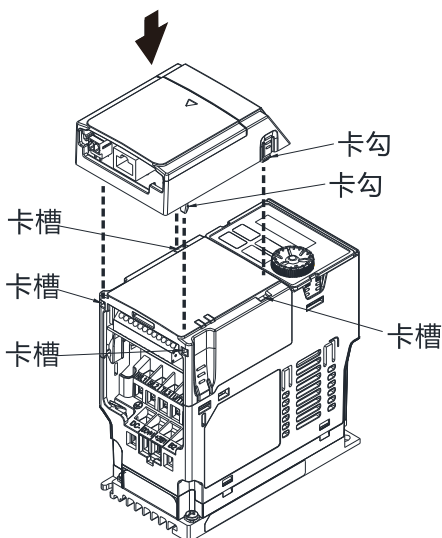

图8-26
8. 组装配件卡安装盒：将配件卡安装盒的四个卡钩对准变频器的上盖卡槽后下压，让 4 个卡钩卡入卡槽中，如图 8-26 所示。